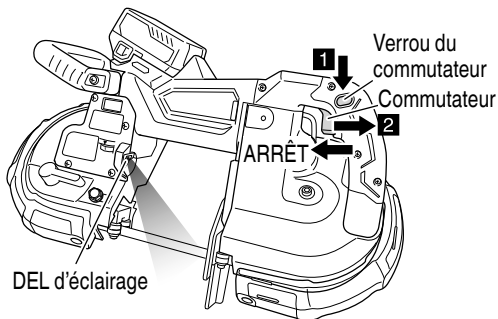

Fig. 14
- Fonctionnement du commutateur (Fig. 14)